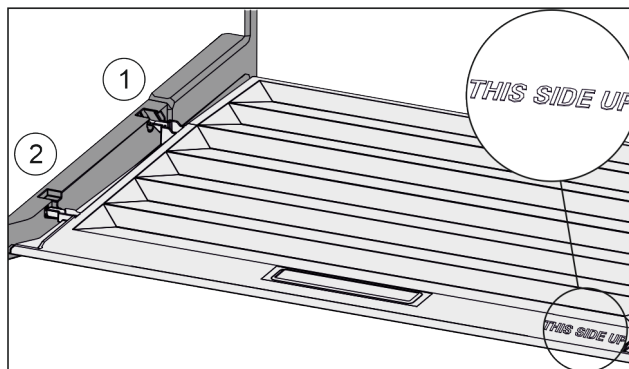

Fig. 76
- ▶ Anbring dækslets tappe over åbningen i den bageste holder Fig. 76 (1), og lad dem gå i indgreb i forreste holder Fig. 76 (2).